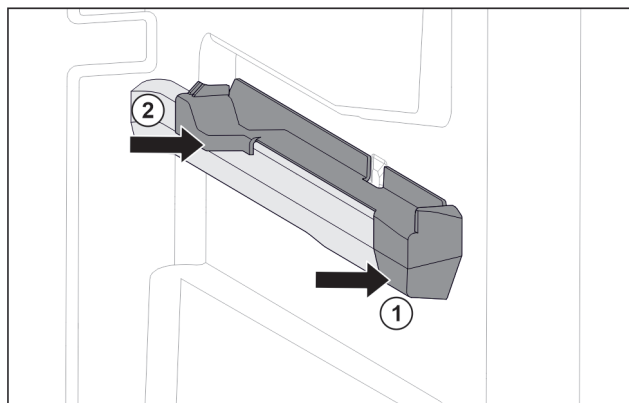

Fig. 32 Aufsteckteil auf der rechten Behälterrippe
- Aufsteckteil vorne an Behälterrippe ansetzen. Fig. 32 (1)
- Aufsteckteil hinten andrücken. Fig. 32 (2)